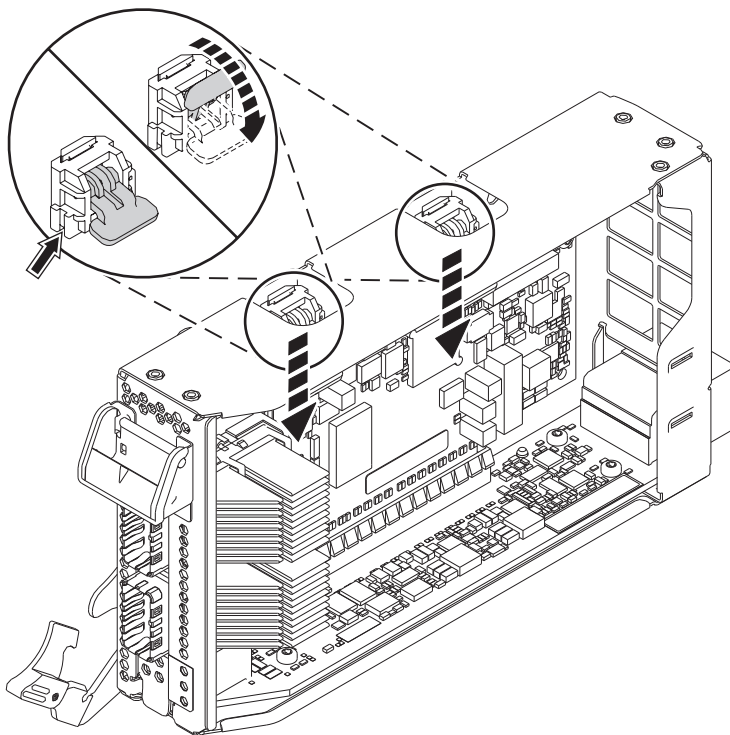

Figure 43. Verrouillage des cliquets de la cassette
- d. Faites tourner les cliquets de la cassette situés sur le bord supérieur de la cassette pour bloquer la carte. Voir figure 43.